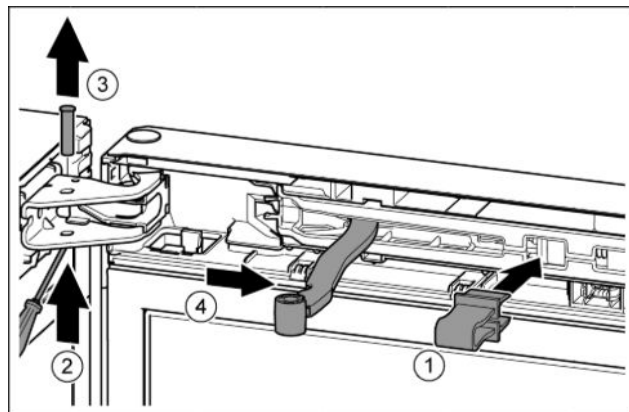

Fig. 9
- ▶ Zabezpieczenie zazębić w otworze. Fig. 9 (1)
- ▶ Sworznie wysunąć przy pomocy śrubokręta. Fig. 9 (2)
- ▶ Sworznie wyjąć w górę. Fig. 9 (3)
- ▶ Przegub obrócić w kierunku drzwi. Fig. 9 (4)